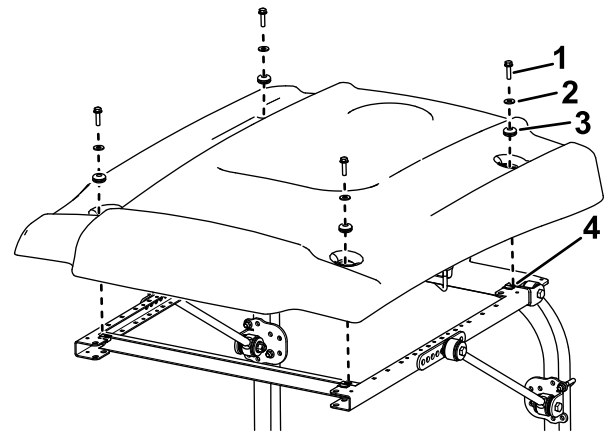

Bild 14
16. Positionieren Sie das Sonnendach beim Ausfluchten der Befestigungslöcher am Rahmen wie in Bild 14 abgebildet.
17. Befestigen Sie jede Ecke des Sonnendachs mit einer Bundkopfschraube (5/16" x 1"), einer kleinen Scheiben und einer Scheibe lose am Rahmen (Bild 14).